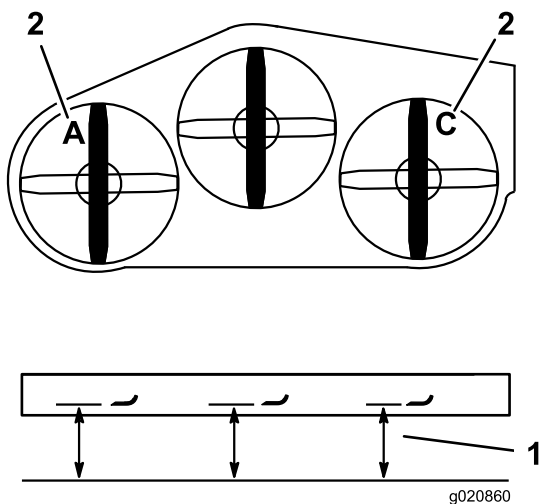

Figura 84
- Mida la cuchilla izquierda en la posición A desde una superficie nivelada hasta el filo de corte de la punta de la cuchilla, y anote esta medida (Figura 84).
- Mida la cuchilla derecha en la posición C desde una superficie nivelada hasta el filo de corte de la punta de la cuchilla, y anote esta medida (Figura 84).
- Ajuste los pernos de ajuste en las horquillas, en las posiciones A y C, para obtener la altura correcta (Figura 84).
3. Mida la cuchilla derecha en la posición **C**, desde una superficie nivelada hasta el filo de corte de la punta de la cuchilla, y anote esta medida (Figura 84).